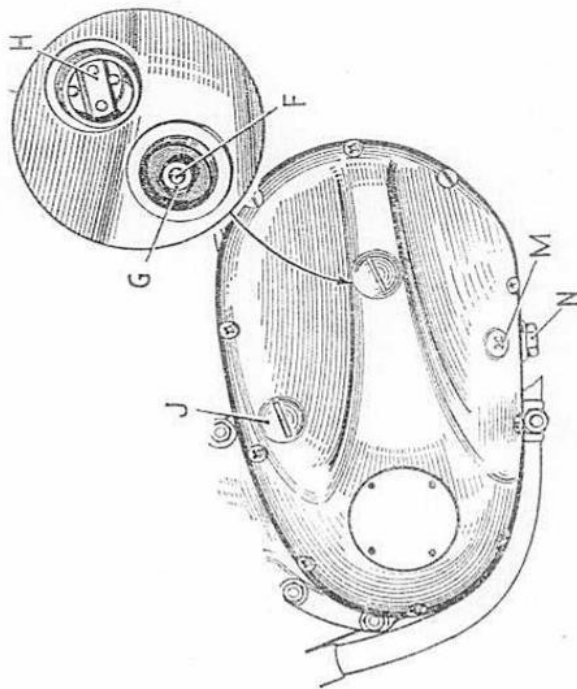
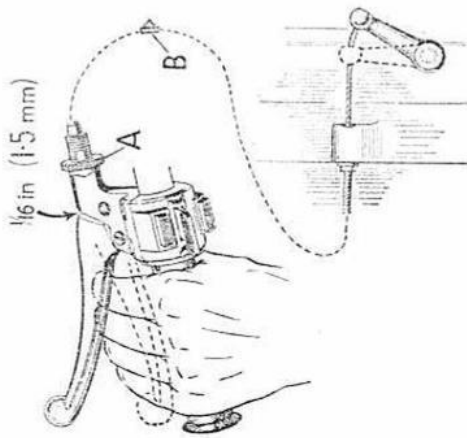

Fig. 22. Réglage de l'embrayage et niveau d'huile au carter de chaîne.
Fig. 23.
Réglage. Un tendeur du type coulissant réglable a été prévu pour la chaîne et on peut en vérifier le mou après avoir déposé le bouchon de remplissage (J) Fig. 22. La chaîne est réglée correctement lorsqu'il y a un jeu minimum de 3 mm et maximum de 6,5 mm au point médian entre les roues dentées.
Graissage. La vis (M) Fig. 22 détermine le niveau d'huile. Pour effectuer le remplissage d'huile, déposer d'abord cette vis, puis le bouchon de remplissage (J) en haut du carter de chaîne. Ajouter l'huile de la qualité correcte (voir "Lubrifiants recommandés", page 28) et attendre que tout surplus d'huile se soit écoulé. Remettre en place la vis de niveau et le bouchon de remplissage et de visite. La machine doit être sur un plan horizontal lorsque cette opération est effectuée.
Le réglage principal consiste en une cheville filetée (F) et un contre-écrou (G) montés sur la plaque de pression de l'embrayage. On peut y accéder après avoir déposé le couvercle de visite (H) Fig. 22.
Si un réglage est nécessaire, desserrer le tendeur de câble au guidon (A) Fig. 23 et dégager le câble du levier de commande au-dessus du carter de distribution sur le côté droit du moteur. Desserrer le contre-écrou (G) Fig. 22 et régler la cheville (F) jusqu'à ce que le levier de commande soit légèrement incliné vers l'extérieur. Ajouter une courte longueur de tube au levier pour obtenir un effet de levier complémentaire et déclencher l'embrayage; le levier doit alors venir en une position approximativement parallèle à la face jointive du carter de distribution. Au besoin, on peut modifier le réglage jusqu'à ce que l'on obtienne cette condition.
Finalement, reconnecter le câble au levier de commande et réajuster la longueur du câble au levier de guidon jusqu'à ce que l'on obtienne un jeu d'environ 1,5 mm (voir Fig. 23).